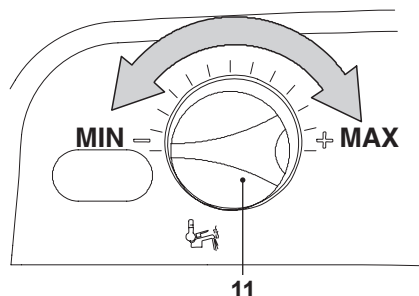

Fig. 9.14
- Ruotare la manopola regolazione temperatura sanitari 11 in Fig. 9.14 al minimo, sul display LCD compare la seguente visualizzazione (la sequenza **P09** si alterna a **01**).